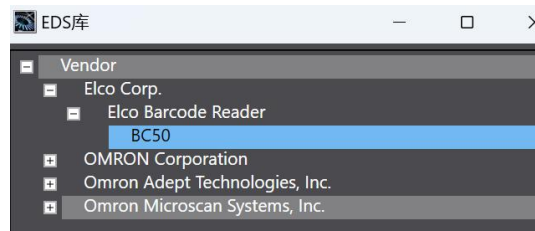

Fig 86. PLC EIP-eds 文件安装成功
4. 如 Fig 86 所示，安装 EIP_ELCO_BC50_XXX.eds 成功后，在右边的 EDS 库窗口中能看到 BC50。